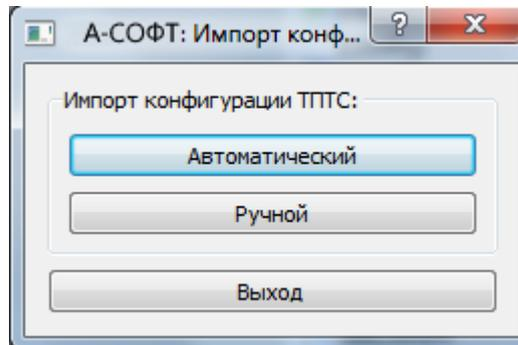

Рисунок 23
- выбрать режим Автоматический (рисунок 23);